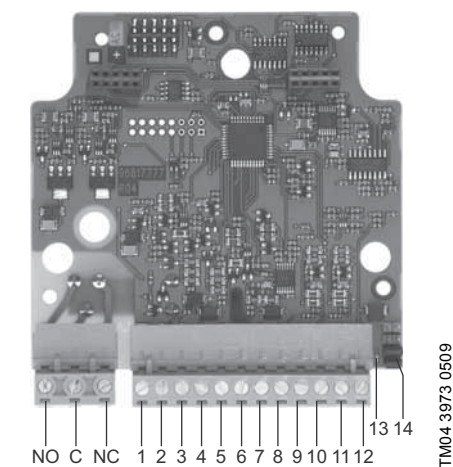

Fig. 1 IO-modul
IO-modulen har två konfigurerbara ingångar. Varje ingång kan användas som analog eller digital ingång. Se fig. 1, pos. 2 och 4. Konfigurationen utförs med hjälp av två byglingar för varje ingång.